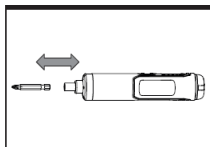

Fig.B1
B) MONTAŻ I DEMONTAŻ BITU (PATRZ RYS. B1, B2)